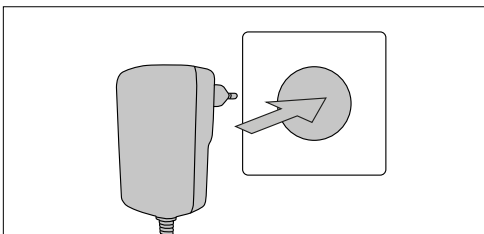

Abb. 8: Anschluss des Steckernetzteils an die Steckdose
Stecken Sie den für Ihr Land passenden Steckeraufsatz auf. Stecken Sie den Stecker ② in die Steckdose (Abb. 8).